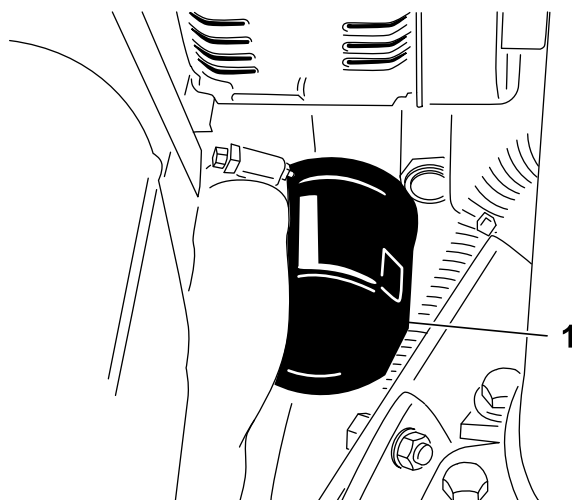

Figura 46
3. Retire el filtro de aceite (Figura 46).